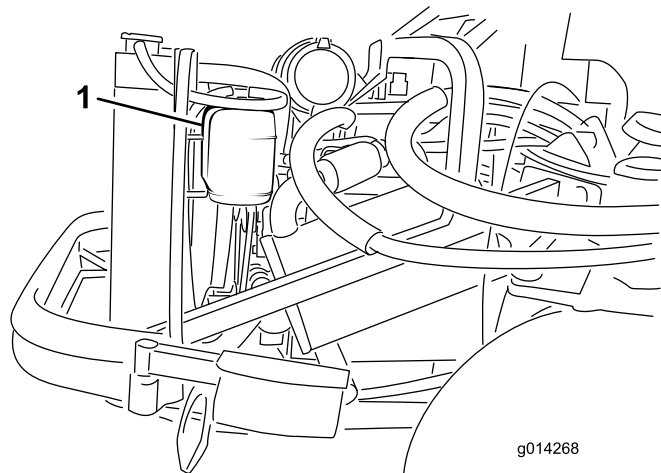

Рисунок 33
1. Проверьте уровень охлаждающей жидкости в расширительном бачке (Рисунок 33). Уровень охлаждающей жидкости должен находиться между отметками, имеющимися на стенке бачка.